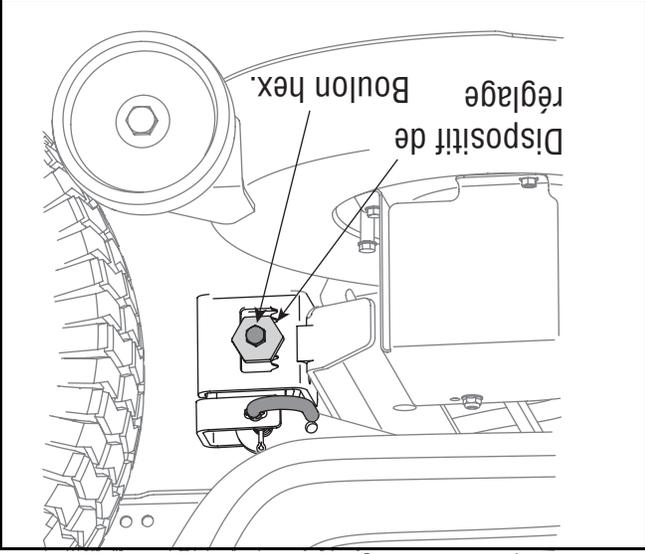

Figure 13
5. De l'avant du tracteur, desserrez le contre-écrou à six pans qui se trouve sur chaque extrémité de la tige de suspension du plateau de coupe. Serrez les écrous de blocage à six pans internes contre le crochet de suspension avant pour relever l'avant du plateau de coupe; desserrez ces écrous à six pans pour abaisser l'avant du plateau de coupe. Voir la Figure 13.